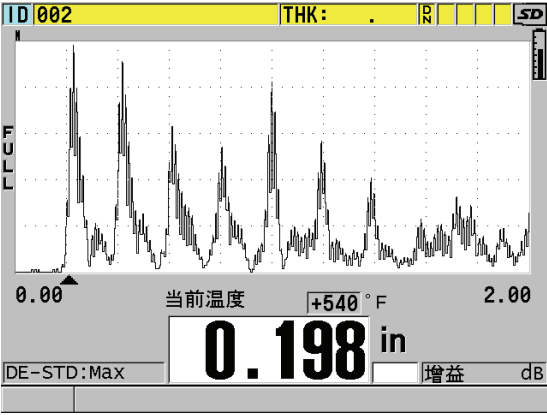

图 10-19 温度补偿数据的显示
4. 按 [测量] 键，返回到测量屏幕，此时温度补偿已激活（参见第 136 页的图 10-19）。基于校准温度、当前温度和温度系数参数值所进行的温度补偿已应用到所测的厚度上。